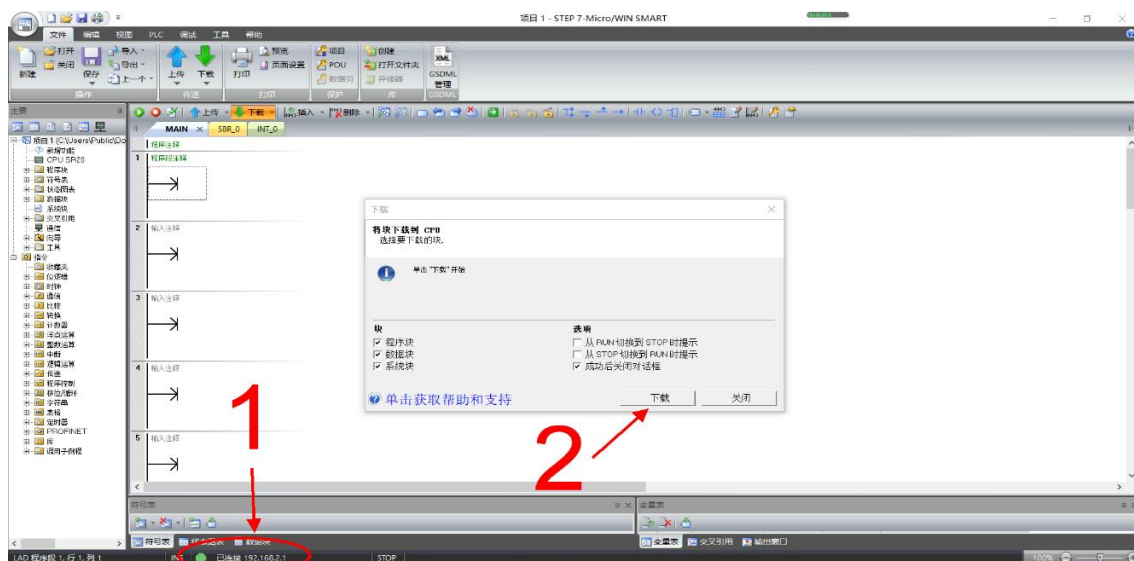

图 47 下载程序到连接的 PLC 设备
(2)如图 47 所示：查看下方出现“已连接”字样，证明与 PLC 成功连接，再点击下载。